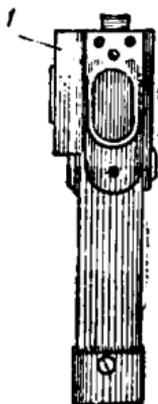
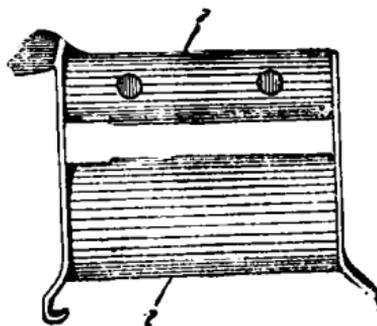
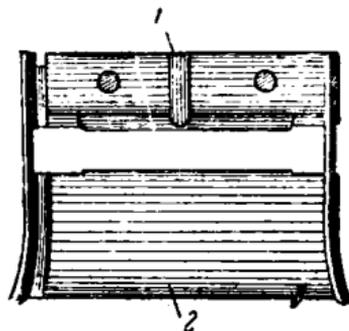

Рис. 18. Крышка для ленточного питания.
Рис. 19. Нижний приемник для ленточного питания без барабана.
Рис. 20. Нижний приемник для ленточного питания с барабаном.
приемником (рис. 18), а внутри короба вставлен нижний приемник (рис. 19), — пулемет установлен на ленточное питание.
3. Если на место нижнего приемника предыдущего типа (рис. 19) вставлен нижний приемник с выступами для крепления барабана (рис. 20), —
2. Проверить, стоит ли в пулемете нижний приемник с выступами для крепления барабана (рис. 20).